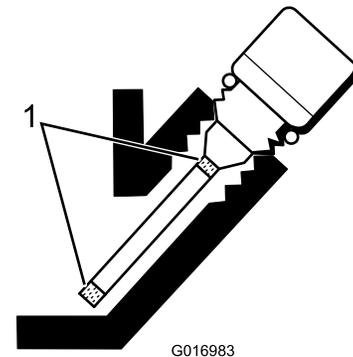

Figura 24
5. Se o nível estiver baixo, adicione apenas o óleo suficiente para aumentar o nível até se encontrar entre as marcas no medidor (Figura 24). **Não encha demasiado.**